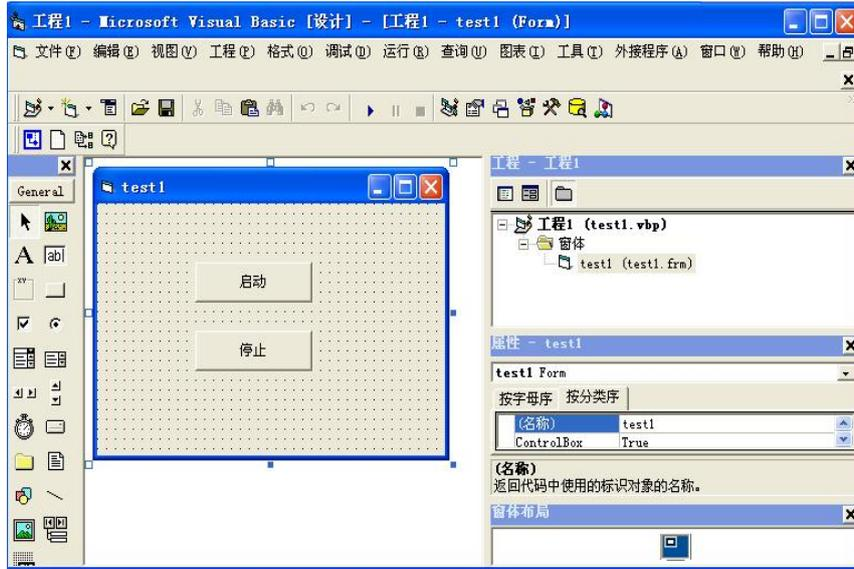

图 6.3 修改对话框（VB）
- 2) 打开 Visual Basic 6.0, 新建一个“标注 EXE”工程，在对话框上添加按钮“启动”和“停止”，并将其名称分别修改为“CB_Start”和“CB_Stop”，如图 6.3 所示。